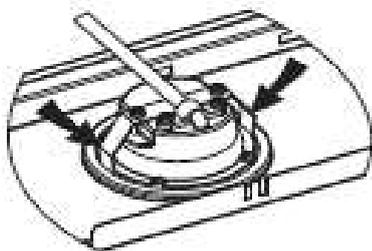

Рис.1
2. Используйте инструмент или можно рукой прижать пружинный зажим с обеих сторон светодиодной лампы к внутренней части, пока лампа выйдет наружу, см. Рис. 1.